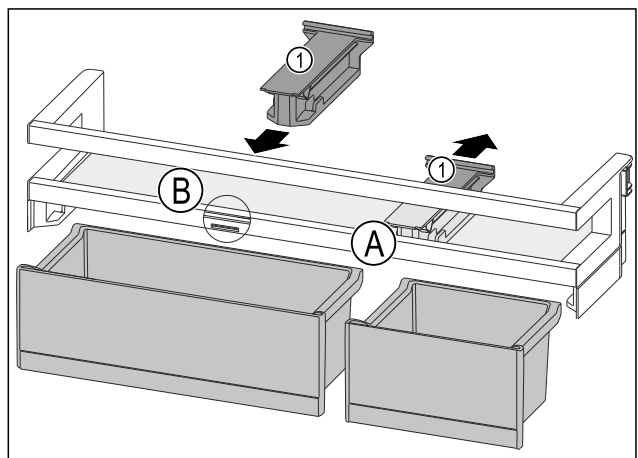

Fig. 116
- ▶ Retire la pieza de retención Fig. 116 (1) hacia atrás hacia la posición Fig. 116 (A).
- ▶ Inserte la pieza de retención Fig. 116 (1) en la posición Fig. 116 (B).